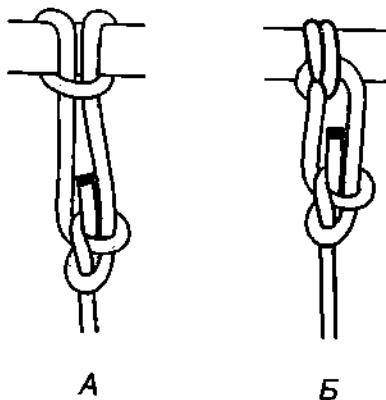

Рис. 873. А – контрольный шкотовый узел у коровьей петли; Б – контрольный шкотовый узел у гафельного узла.
**Шкотовый узел** сам является отличным контрольным узлом. Им можно надёжно прикрепить свободный ходовой конец к коренному (рис. 873). Кроме того, у **шкотового узла** легко регулируется длина ходовых концов. Он часто используется альпинистами под названием **командный узел**, если необходимо быстро отрегулировать длину постремок.